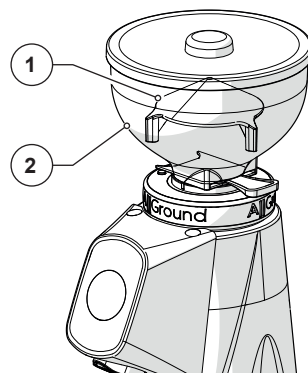

Abb. 3
- **Abdeckung / Eindringenschutz am Kaffee-Einlauftrichter (Abb. 3)**